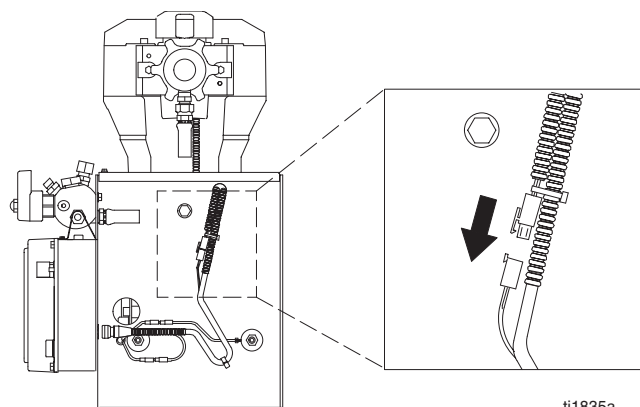

Fig. 4
1. Enduire généreusement de graisse à palier (fournie avec le train d'engrenages de rechange) le train d'engrenages (102), les rondelles (104) et (105) et les emplacements indiqués à la remarque 1. Utiliser 0,32 litre de graisse pour le GMax 7900.
2. Placer la rondelle couleur bronze (105) et la rondelle couleur argent (104) sur le carter d'entraînement (71). Engager le train d'engrenage (102) dans les rondelles (105) et (104).
3. Placer la rondelle couleur bronze (71g) et la rondelle couleur argent (71h) sur l'arbre dépassant du grand arbre du carter d'entraînement (71). Aligner les pignons et enfoncer le nouveau carter d'entraînement tout droit sur le carter de pignonerie et les broches de positionnement (B).
4. Mettre deux rondelles (87) et vis (59).
5. Mettre quatre rondelles d'arrêt (87) et les vis (56) sur le carter d'entraînement (71).
6. Fixer le capot (13) à l'aide des six rondelles (87) et des vis (56).
7. Fig. 4. Rebrancher le capteur du compteur en gallons.